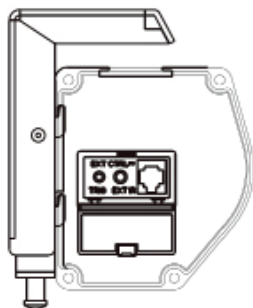

Figure 16
- Fixez maintenant les équerres de montage sur l'écran à l'aide des suspensions de plafond ; ce faisant, assurez-vous que les rainures du boîtier sont alignées avec les équerres de fixation. Serrez les vis de blocage pour fixer le boîtier dans les supports. (Figures 16 et 17)